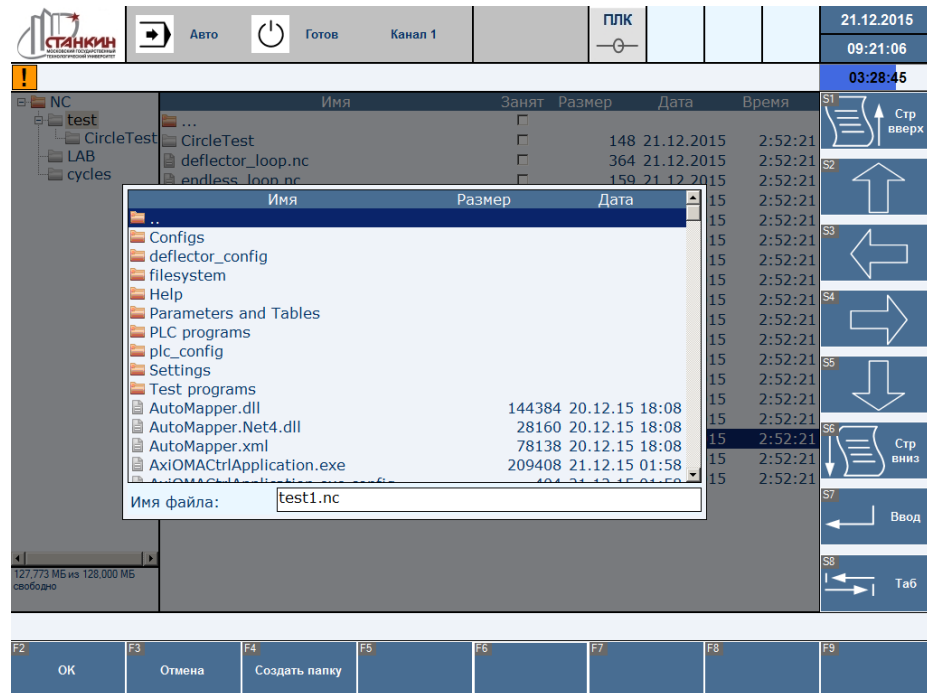

Рисунок 26 – Окно диалога копирования файлов на диск
- F6 – копирование файлов и папок из файловой системы станка на жёсткий (либо сменный) диск. Вызывает окно диалога копирования файлов (Рисунок 26).